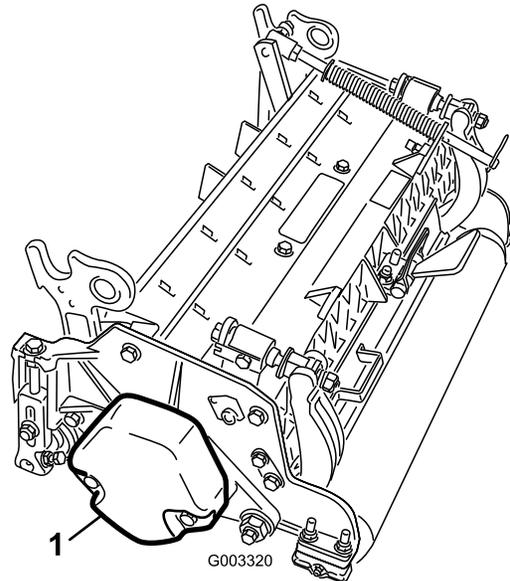

Figura 16
1. Sugli apparati di taglio n° 2, n° 4 e n° 6, togliete le due viti a testa cilindrica che fissano il contrappeso all'estremità sinistra dell'apparato di taglio. Togliete il contrappeso (Figura 16).